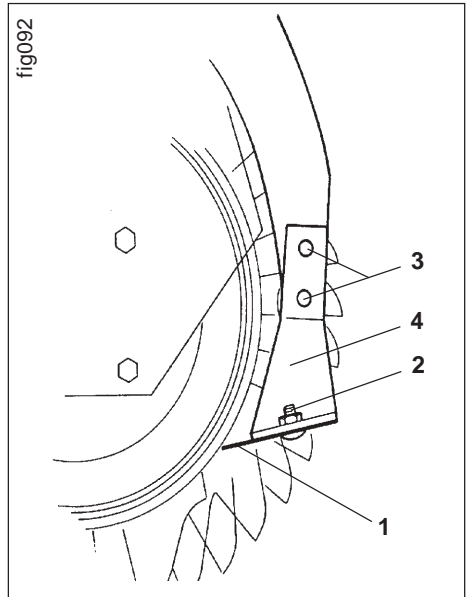

Fig. 11.3
Tiefliegende, verstellbare Abstreifer (Fig. 11.3/1) aus Federstahl verhindern das Verkleben der Walze. Die Abstreifer sind im Werk für leichte und mittlere Böden eingestellt. Bei sehr klebrigen Böden müssen die Abstreifer entsprechend den Bodenverhältnissen verstellt werden (Scharfstellung). Die „Scharfstellung“ ist aber nur dann erforderlich, wenn der Erdfilm am Walzenmantel stärker als 2 mm ist.
- Abstreifer (Fig. 11.3/1) zur Anlage an den Walzenmantel bringen und mit den zuvor gelösten Klemmschrauben (Fig. 11.3/2) festziehen. Die Abstreifer (Fig. 11.3/1) dürfen nur leicht gegen den Walzenmantel drücken.
- Alle Klemmschrauben (Fig. 11.3/2) lösen und die Abstreifer (Fig. 11.3/1) bis zum Anschlag im Langloch nach hinten schieben.
- Schrauben (Fig. 11.3/3) lösen und die Abstreiferhalter (Fig. 11.3/4) entsprechend den Bodenverhältnissen gleichmäßig nach oben schieben und wieder festziehen.
- Abstreifer (Fig. 11.3/1) zur Anlage an den Walzenmantel bringen und mit der Klemmschraube (Fig. 11.3/2) festziehen. Die Abstreifer (Fig. 11.3/1) dürfen nur leicht gegen den Walzenmantel drücken.